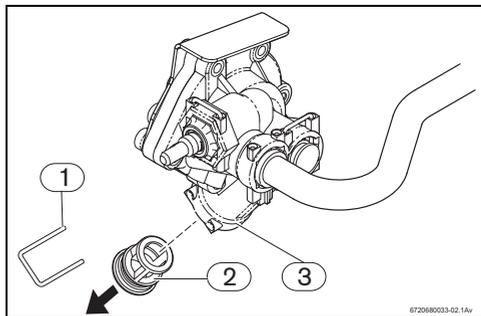

Fig. 9 Purga
- ▶ O aparelho não deverá ser instalado em locais cuja temperatura ambiente possa ser inferior a 0 °C. Caso exista o risco de congelação, desligar e purgar o aparelho (→ Fig. 9).